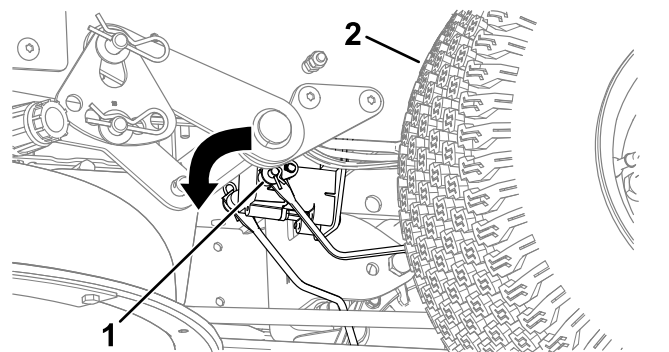

Figura 52
3. Individuate l'albero sul freno elettrico in cui sono collegati i bracci di attacco del freno (Figura 52).